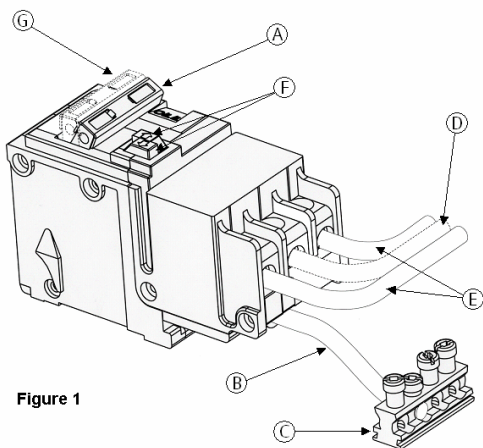

Figure 1
Voir la figure 1
2. Placer la manette du disjoncteur (A) en position d'arrêt (OFF).
4. Raccorder le conducteur neutre en spirale (B) à la barre neutre du tableau de distribution (C) – voir fig. 1. Serrer conformément aux spécifications du schéma de câblage ou de l'étiquette de l'équipement.
6. Raccorder le conducteur neutre (D) et les conducteurs de phase (E) aux bornes appropriées (H et I), comme le montre la figure 1.